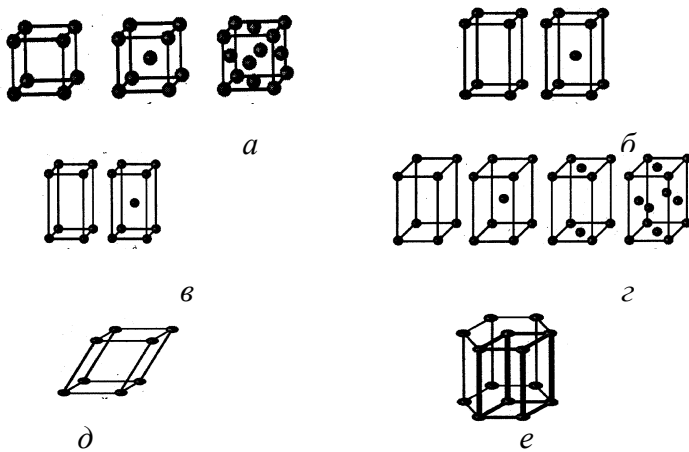

Рис.3
31. Представленная схема соответствует ромбической решетке (рис.3)...